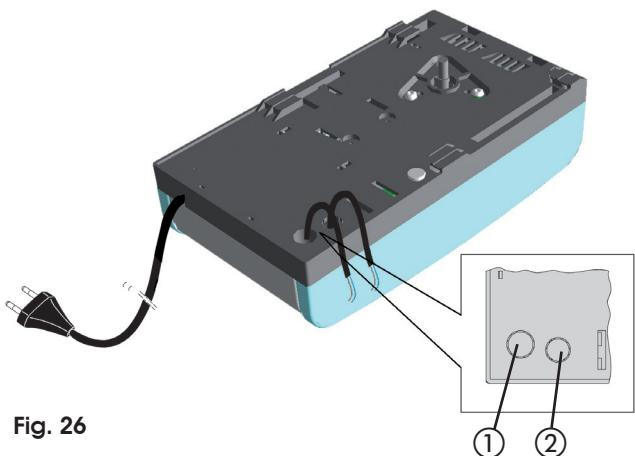

Fig. 26
- Om externe bedieningsinstrumenten, veiligheidsvoorzieningen en signalen aan te sluiten moet het dekplaatje worden ingedrukt (Fig. 26 ref. ①).
- Om de veiligheidslijst aan te sluiten (zie par. 18.3), moet het dekplaatje worden ingedrukt (Fig. 26 ref. ②).